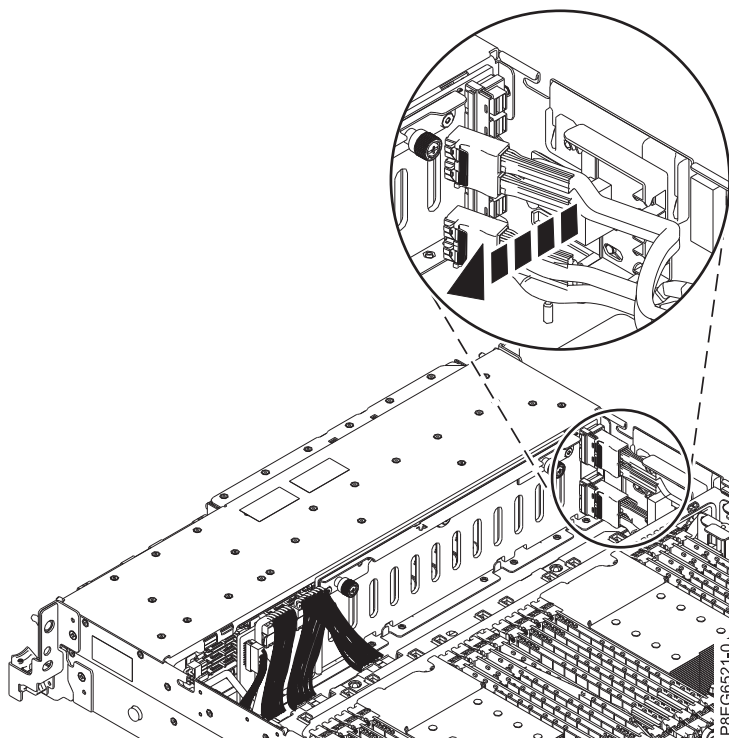

Figure 2. Retrait des câbles SAS avant du bloc de guides
4. Tirez sur l'extrémité déconnectée des câbles pour la sortir du bloc de guides en plastique situé sur le côté du châssis de système, comme illustré dans la figure 2.